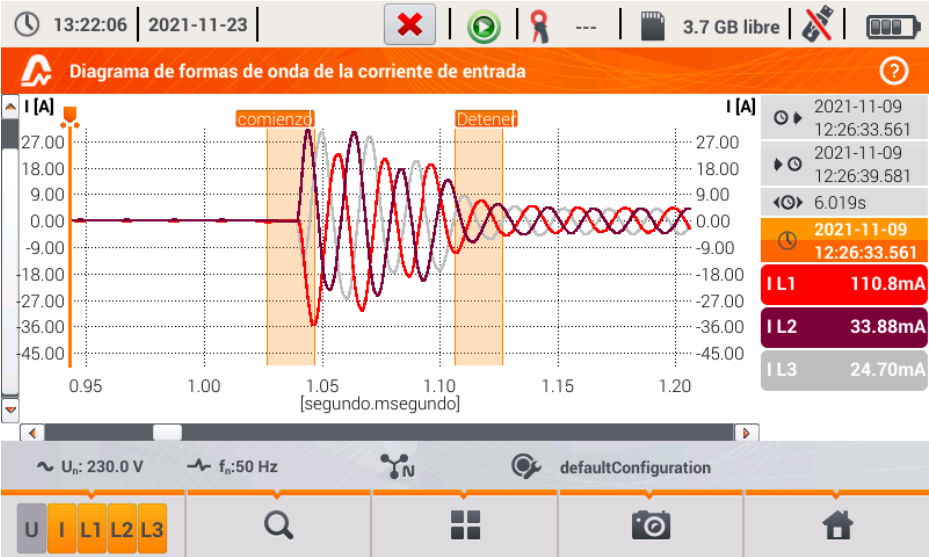

Fig. 42. Análisis de la corriente de arranque - gráfico de formas de onda.
Después de este tiempo, el registro finaliza y el analizador pasa automáticamente al análisis de los parámetros medidos y muestra el gráfico con formas de onda de la corriente de todo el intervalo de registro. Ejemplo de la pantalla mostrada al arrancar el motor trifásico se presenta en la Fig. 42.
- gráfico de formas de onda de arranque (Fig. 42; opción disponible en la vista del gráfico $RMS_{1/2}$ y en la vista tabular).